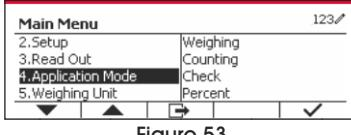

Figure 53
2. Avec le bouton correspondant à l'icône ▼, descendez dans la liste et mettez en surbrillance le mode d'application. Accédez dans ce sous-menu en appuyant sur le bouton correspondant à l'icône ✓. (Voir Figure 53)